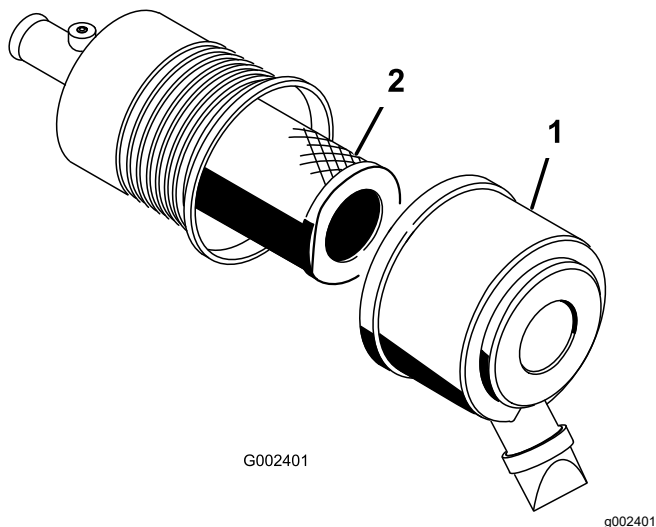

Figura 66
1. Abra los cierres del limpiador de aire y tire de la tapa de la entrada de aire para separarla del cuerpo del limpiador de aire (Figura 66).
3. Extraiga con cuidado el filtro del cuerpo del limpiador de aire (Figura 66).
5. Introduzca el filtro con cuidado sobre el tubo de la carcasa (Figura 66).
6. Instale la tapa del limpiador de aire con el lado hacia arriba, y fije los cierres (Figura 66).